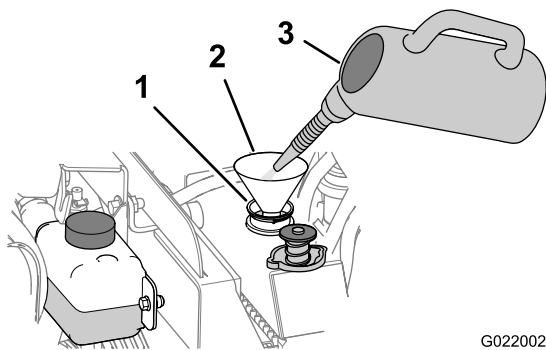

Рисунок 79
- C. Залейте чистящий раствор для системы охлаждения в радиатор через заливную горловину (Рисунок 79).